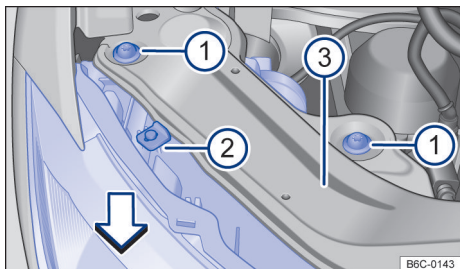

Fig. 128 No compartimento do motor: parafusos de fixação do farol dianteiro.
- Remover os parafusos de fixação → Fig. 128 ⌚ com o auxílio de uma chave torx.
- Mover o farol para frente, no sentido da seta → Fig. 128, até que os dois cliques da parte inferior desencaixem e possibilite a remoção do farol.
- Recolocar o farol cuidadosamente até que os dois cliques inferiores encaixem e o batente superior → Fig. 128 ⌚ encoste no suporte do farol ⌚.